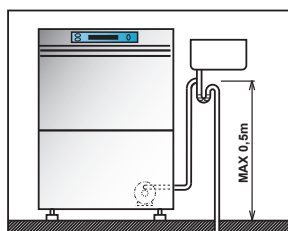

Bild 9
- Avloppsslangens max. höjd = 50 cm. (se bild 9).